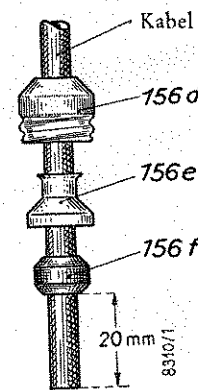

Bild 7
1. Ueberwurfmutter 156 d, Hülse 156 e und Gummiring 156 f über das Kabelende schieben. Kabelende muß mindestens 20 mm freistehen! (Bild 7).